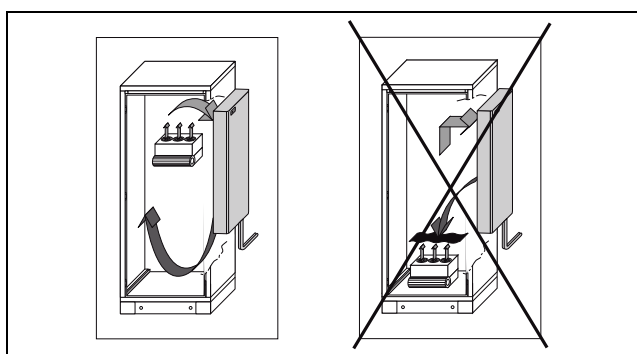

Рис. 3: Не направлять поток холодного воздуха на активные компоненты
- Воздухо-водяной теплообменник допускается монтировать и эксплуатировать исключительно согласно рис. 3 (вертикально, подключения воды снизу).
- Особо следует обратить внимание на воздушный поток собственных вентиляторов в оборудовании (рис. 3).